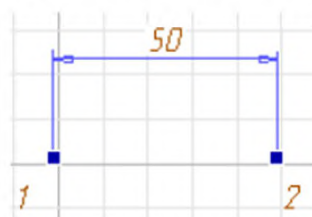

Рис. 3.5
Пример. Для точного перемещения курсора в горизонтальной плоскости на 50 мм следует курсором обозначить начало отсчета, нажать клавишу **N**, и в этом месте появится точка зеленого цвета вспомогательного узла (1) (рис. 3.5). Далее нужно нажать клавишу **D** на клавиатуре и установить в появившемся поле **Шаг 50**, зафиксировать это значение нажатием клавиши **Enter**; после нажатия на клавишу с горизонтальной стрелкой на клавиатуре или цифры **6** на цифровой клавиатуре курсор переместится на 50 мм в горизонтальной плоскости. Зафиксировать новое положение курсора нужно нажатием клавиши **N**, в этом месте появится вторая точка зеленого цвета вспомогательного узла (2).